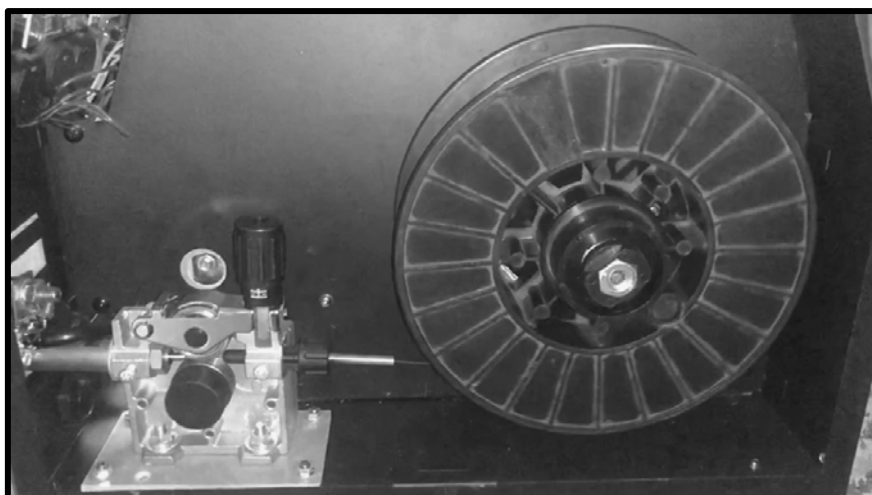

Рис.8
- Пассатижами или бокорезами откусите изогнутый кончик проволоки. Вставьте конец проволоки в приёмный канал механизма протяжки, протяните проволоку через ролик и вставьте в приёмный механизм горелки примерно на 15-20см (Рис.5 и Рис.8).